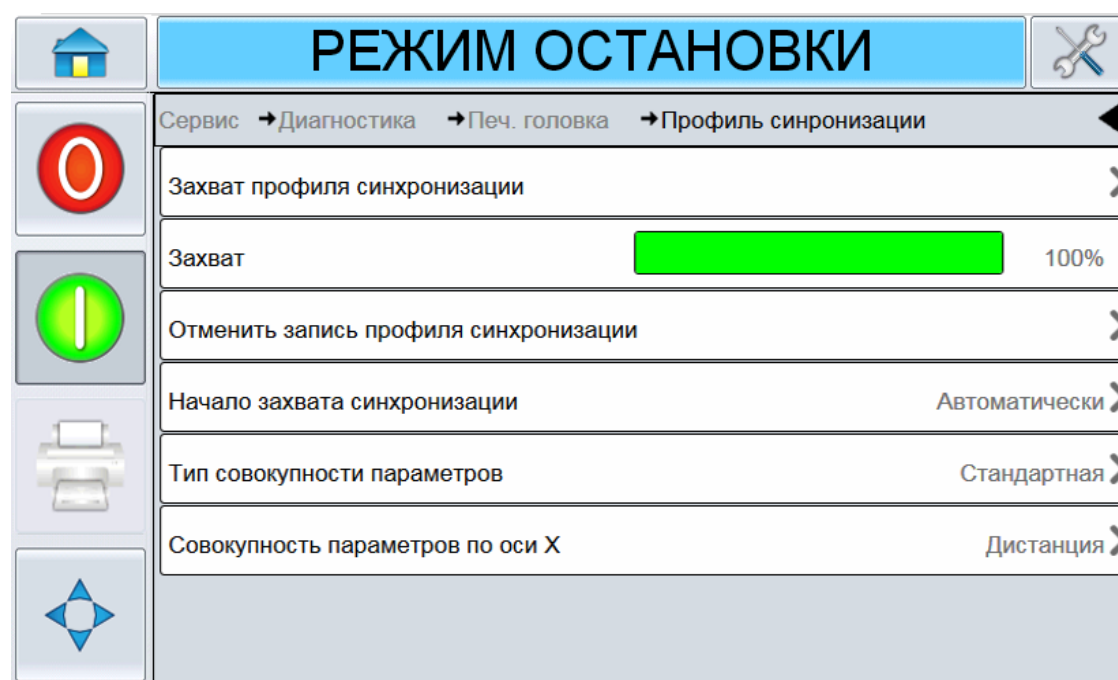

Рисунок 5-17: Экран Захват профиля синхронизации
- Нажмите , и появится экран Захват профиля синхронизации (Рисунок 5-17).